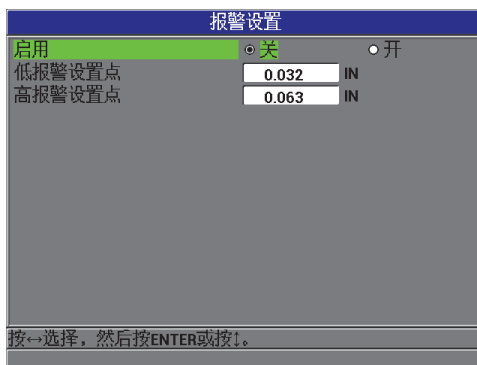

图 5-6 报警设置屏幕
3. 在 **报警设置** 屏幕中（参见第 87 页的图 5-6）：